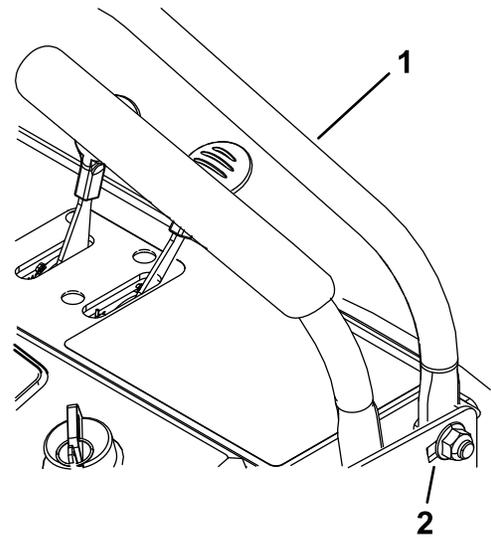

Figure 28
2. Desserrez les écrous de chaque côté du panneau de commande (Figure 28).